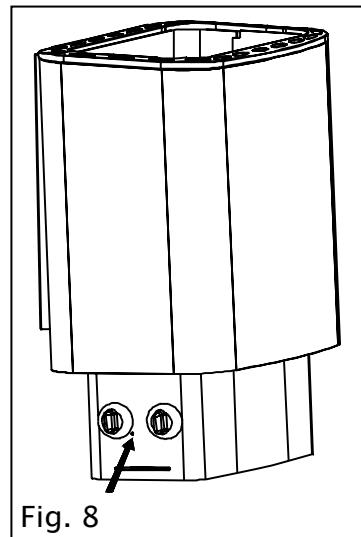

Fig. 8
- În cazul ridicării temperaturii prea mari în saună, limitatorul va deconecta focarul de la rețeaua electrică. Focarul poate fi conectat din nou, pentru aceasta trebuie pornit limitatorul de temperatură, apăsînd pe acesta prin orificiul cu diametrul de 3 mm, în partea laterală a cutiei electrice. Vezi fig.8.